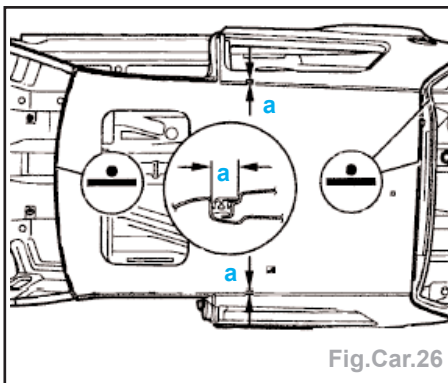

Fig.Car.26
Attention : Contrôler l'ajustage avec le pare-brise et la glace arrière. Il est impératif de respecter la cote **a = 13,2 ± 0,6 mm** pour la moulure décorative de pavillon (Fig.Car.26).
- souder le pavillon à la pointeuse électrique (Fig.Car.26),